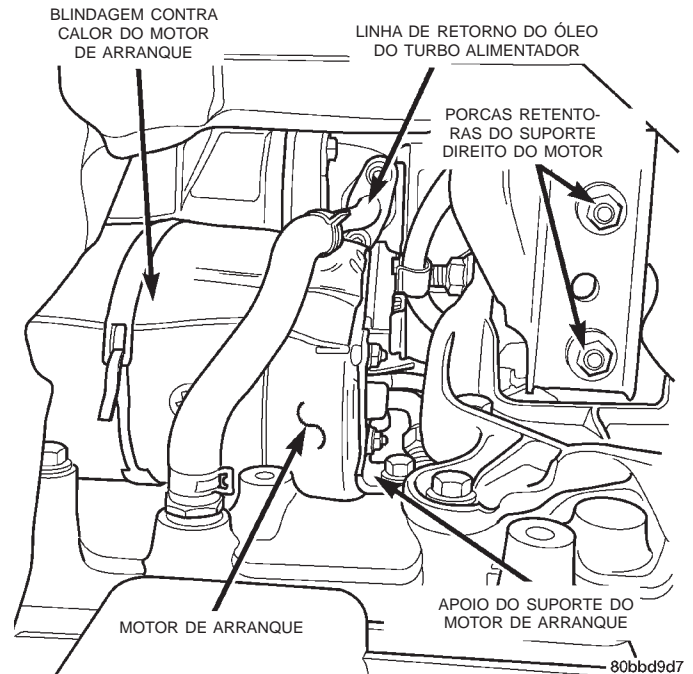

Fig. 7 Porcas Retentoras do Suporte Direito do Motor
- (3) Levante o veículo no elevador.
- (4) Remova a porca do parafuso passador do suporte do motor. Não remova o parafuso nesse momento.
- (5) Remova as 2 porcas retentoras do isolador do suporte do motor (Fig. 7).
- (6) Remova o parafuso retentor do adaptador do filtro de óleo. Remova o filtro de óleo e o adaptador do veículo.
- (7) Abaixar o veículo do elevador.
- (8) Suspenha o lado direito do motor o suficiente para remover do veículo o parafuso passador do suporte e o isolador.